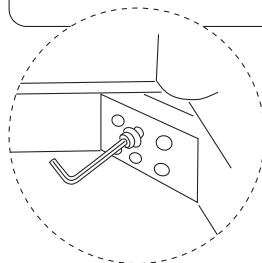

図3
- 3 ③棚板を②脚の穴位置に合わせて⑥六角ボルト小で取り付けます。(図3)
- 4 最後に④六角レンチで各ボルトをしっかり締め込み、商品を起こしてぐらつきがある場合、アジャスターを使って調整して完成です